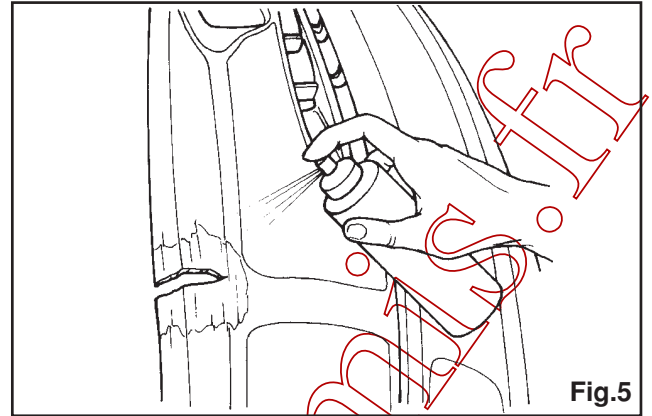

Fig.5
- 7 Appliquer le primaire sur les surfaces poncées intérieures et extérieures, avec un pinceau ou un pistolet à peinture ou encore une bombe aérosol puis laisser sécher parfaitement (voir fig. 5)